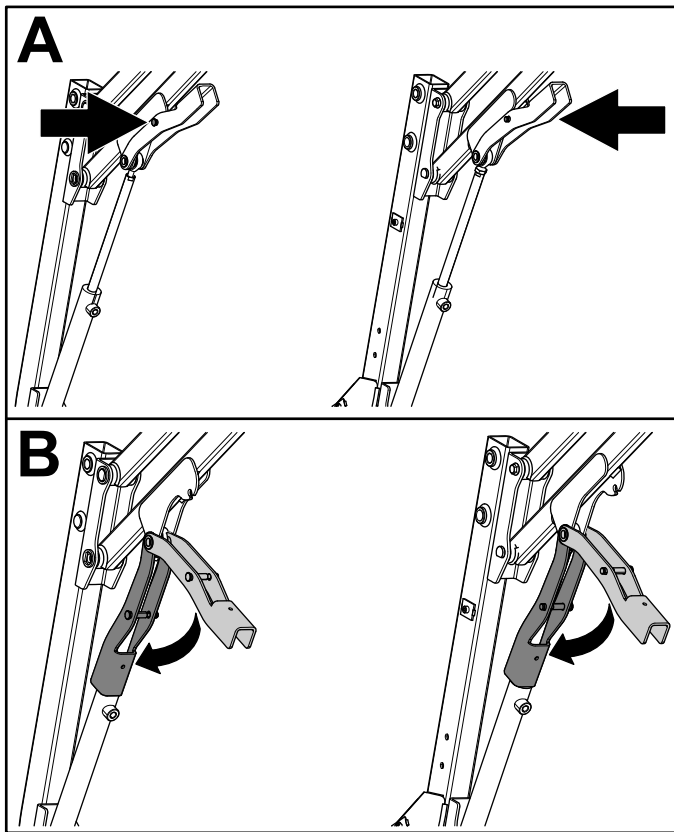

Figura 37
- A. Empuje hacia dentro el pasador en el bloqueo de seguridad magnético (Figura 37).
- B. Mientras sostiene el pasador hacia dentro, baje el bloqueo de seguridad magnético sobre el cilindro hidráulico (Figura 37).